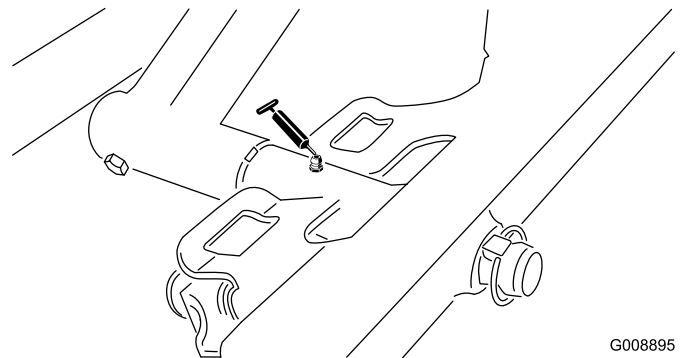

Figure 32
- Pivot d'unité de coupe avant (Figure 32)